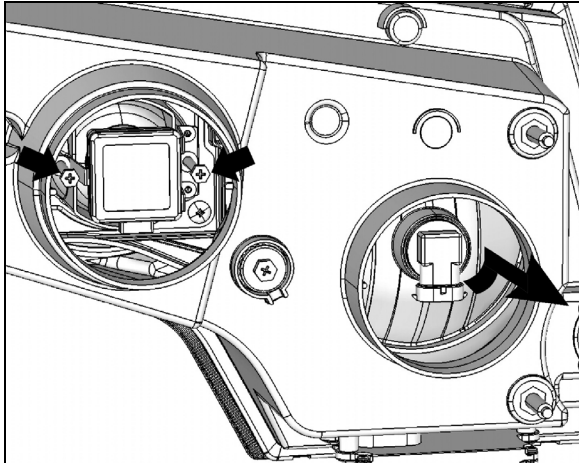

FIGURE 78 : VUE ARRIÈRE DU MODULE D'ÉCLAIRAGE AVANT
5. HALOGENE : tourner la base de l'ampoule dans le sens antihoraire. XENON : dévisser les vis cruciformes indiquées par les flèches, tirer le dispositif de retenue et retirer l'ampoule (FIGURE 78).